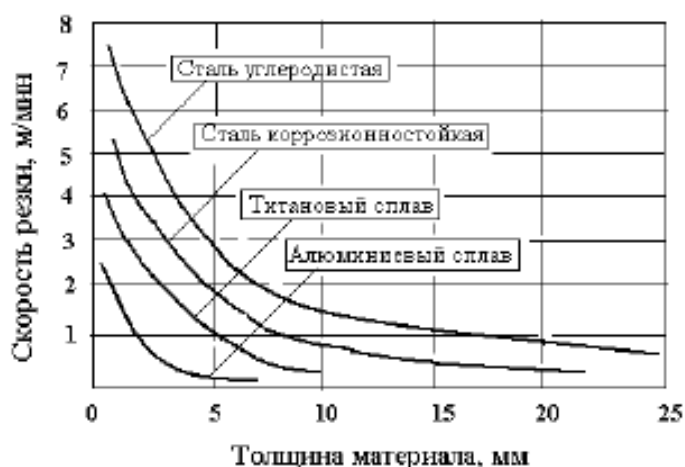

Рис. 3.2 Зависимость скорости резки от толщины материала
2. Сопоставить полученные результаты с рекомендуемыми значениями, рис. 3.2.